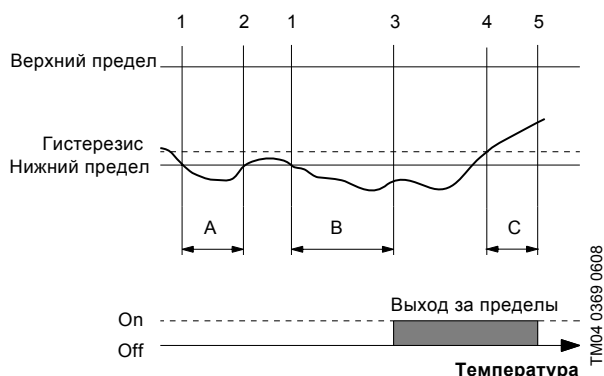

Рис. 35 Пример выхода за нижний предел
Данная функция является функцией контроля, она выдаёт информацию, предупреждение или аварийный сигнал при превышении нижнего или верхнего предельного значения. См. рис. 35.
Таймер задержки обнаружения запускается при выходе за предельное значение (1). См. рис. 35. Данный таймер является настраиваемым.
**A:** Если по завершении периода обнаружения предельное значение больше не превышено (2), показание таймера сбрасывается.
**B:** Если по завершении периода обнаружения предельное значение всё ещё превышено (3), выходной сигнал детектора изменится на "выход за предел".